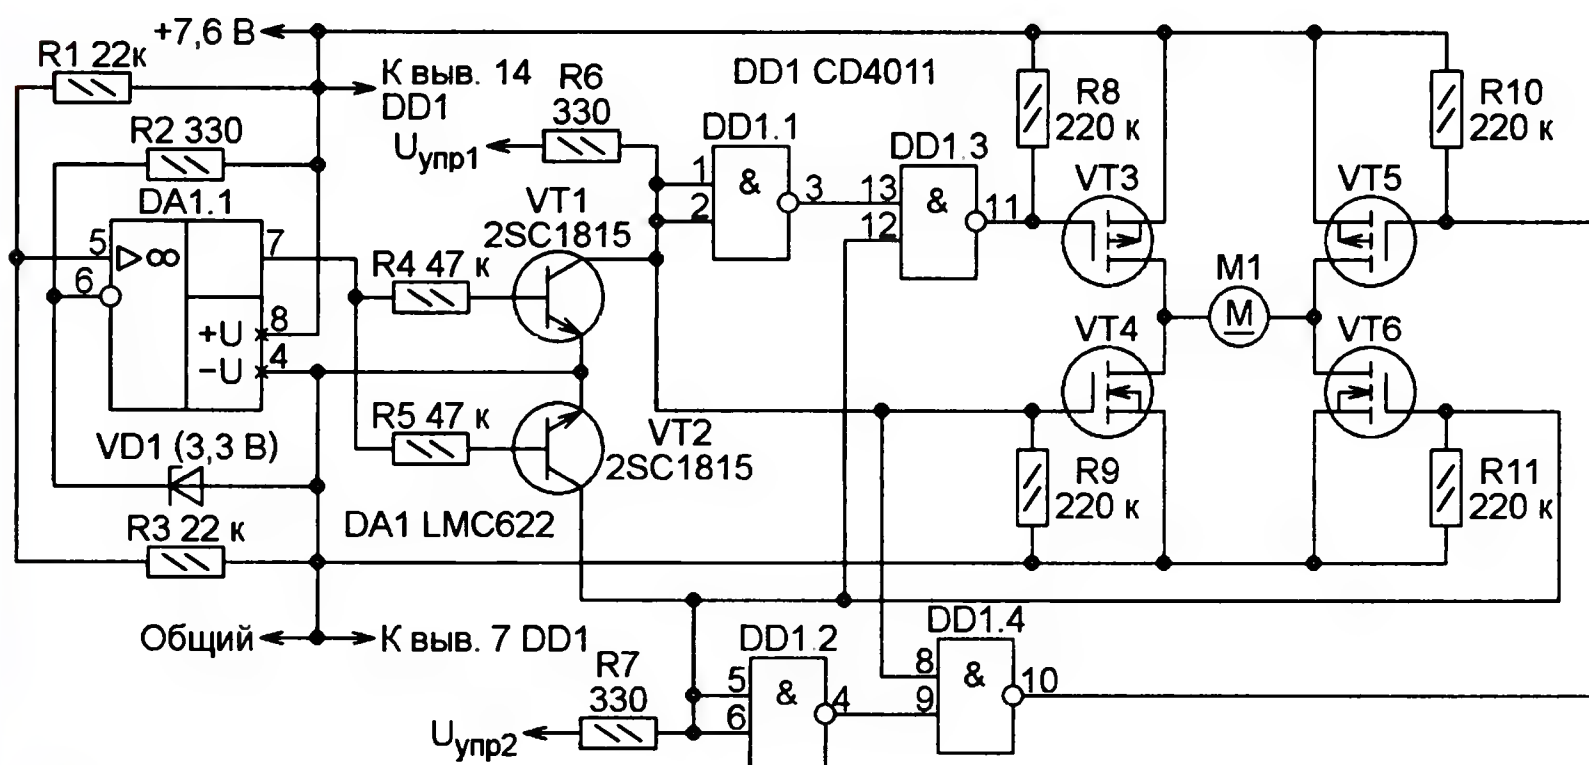

Рис. 4
**Предотвращение чрезмерной разрядки литий-полимерной аккумуляторной батареи (рис. 4 <<http://www.gaia.h.kyoto-u.ac.jp/~homura/circuit/figs/HMD-MD03.png>>).** Электродвигатель M1, включённый в диагональ моста из полевых транзисторов VT3—VT6, в зависимости от логических уровней управляющих сигналов  $U_{упр1}$  и  $U_{упр2}$  может вращаться в одну или в другую сторону. Переключательные транзисторы VT3—VT6 выбирают с предельно допустимыми параметрами, достаточными для работы с двигателем нужной мощности. Питание осуществляется от батареи из двух литий-полимерных аккумуляторов с номинальным напряжением по 3,7 В.